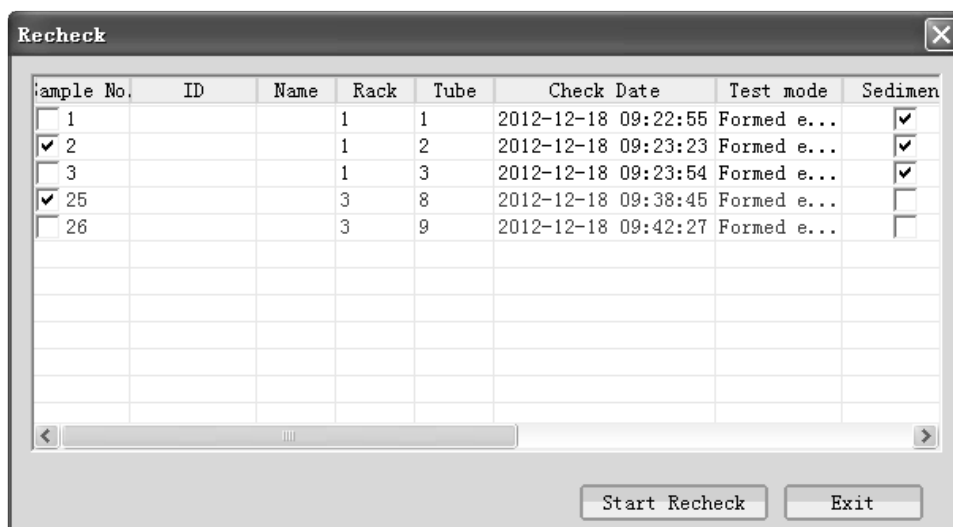

Рисунок 7-4-1
- (1) Установите повторные пробы в новый штатив и поставьте его справа на автозагрузчик FUS-2000.
- (2) Выберите флажками (✓) номера проб для повторного тестирования (рис. 7-4-1) и нажмите «Начать проверку» для начала анализа.
- (3) После завершения повторного тестирования результаты проверки автоматически появятся в строке результатов.